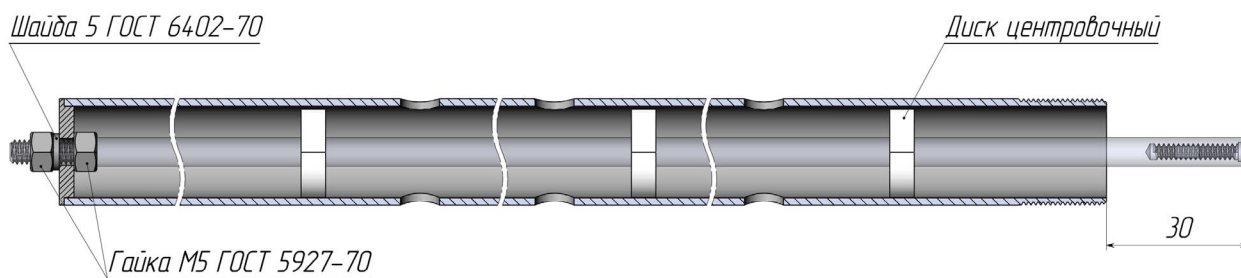

Рисунок 22 - Схема сборки нижней секции
4.6 Опустить нижнюю секцию в резервуар с опорой на приспособление (рисунок 22).